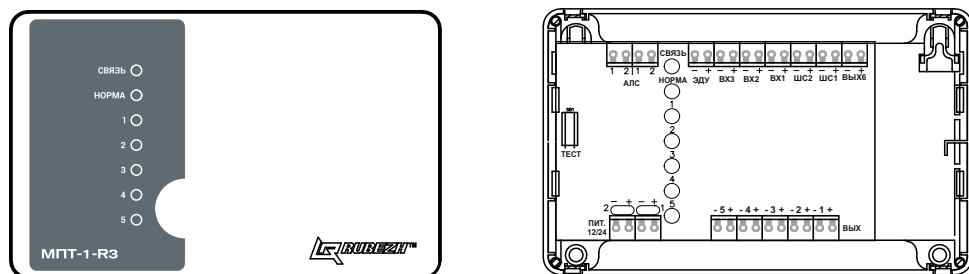

Рисунок 1
4.1 Конструктивно МПТ выполнен в виде блока, состоящего из пластмассового корпуса (основание и крышка), внутри которого размещена плата с электронными компонентами (рисунок 1).